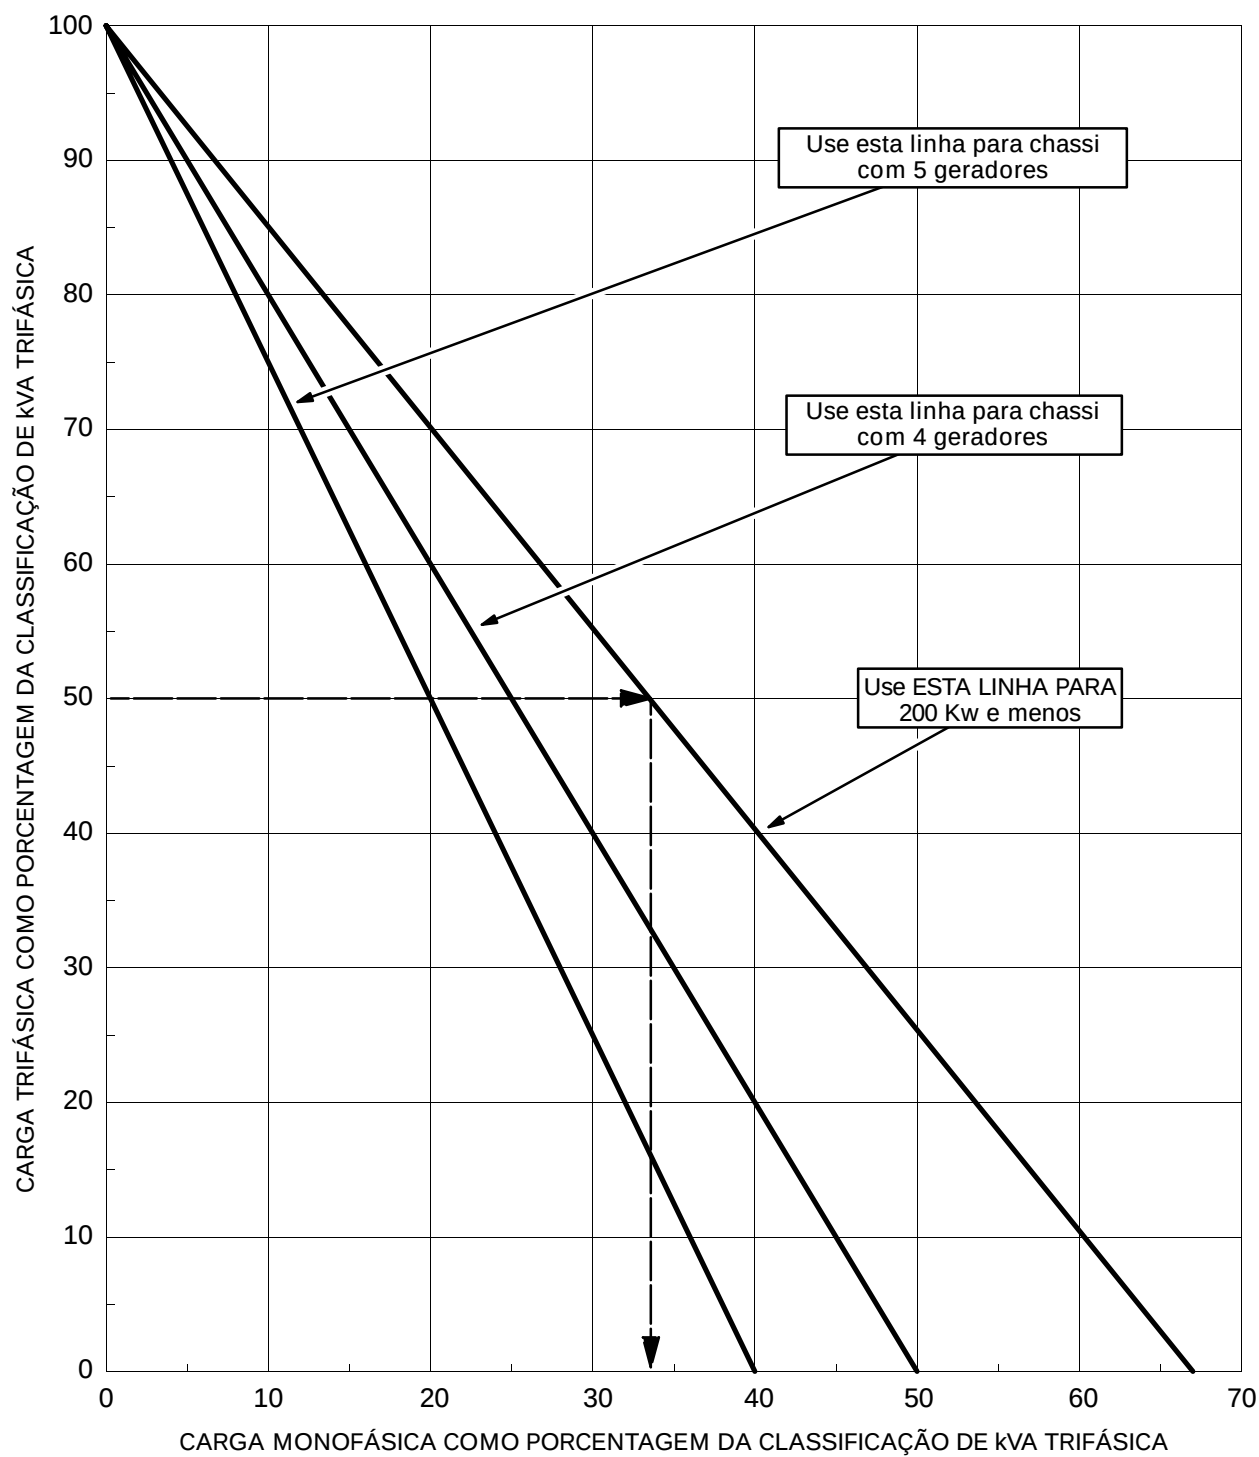

Figura 5-3. Desbalanceamento Permitido para Carga Monofásica
Desbalanceamento Permitido para Carga Monofásica: As cargas monofásicas devem ser distribuídas tão uniformemente quanto possível entre as três fases de um grupo gerador trifásico de modo a utilizar plenamente a capacidade nominal (kVA e kW) do grupo gerador e limitar o desbalanceamento da voltagem. A **Figura 5-3** pode ser utilizada para determinar a porcentagem máxima permitida de desbalanceamento de carga monofásica, como ilustra o exemplo de cálculo.
Geralmente, quanto maior for o grupo gerador, menor será a potencia monofásica que pode ser tomada. A **Figura 5-3** inclui as linhas de porcentagem de potência monofásica dos geradores de tamanhos intermediários, Chassi-4 e Chassi-5 da Gera Power Brasil. Confirme o tamanho do chassi consultando a Folha de Dados aplicável do Alternador indicada na Folha de Especificações do grupo gerador. O desbalanceamento da carga monofásica não deverá exceder 10%.
2. Calcule a porcentagem de carga monofásica permitida, como mostram as setas na **Figura 5-3**. Neste caso, ela é de aproximadamente 34% da classificação trifásica.